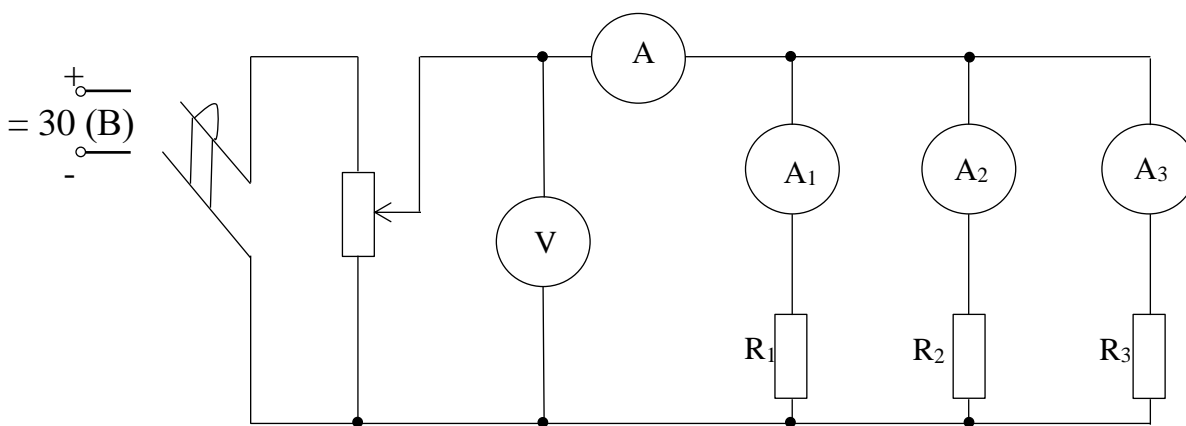

Рисунок 2-Параллельное соединение резисторов
1. Собрать эл. схему цепи (рисунок 2).